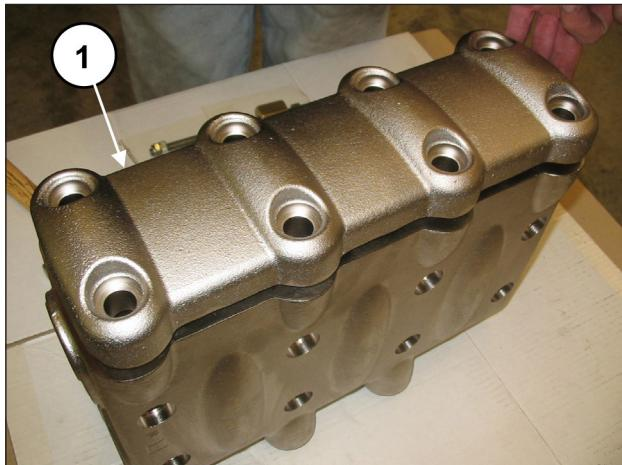

Fig. 79
rimuovere il coperchio (pos. ②, Fig. 79).